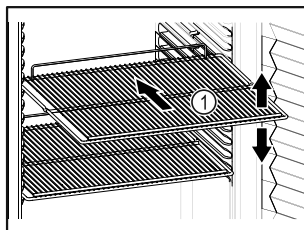

Fig. 58 Príklad zobrazenia
- Ak sa dajú odkladacie rošty Fig. 58 (1) premiestniť, prispôbte výšku.